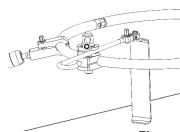

Figura 14
- I **morsetti ad anello** (AL-0103) si collegano a qualsiasi punto dell'anello. Per collegare, allentare la manopola del **morsetto ad anello** e premere la più grande delle due aperture sull'**anello divaricatore**; il **morsetto ad anello** scatta in posizione sull'**anello divaricatore**. Premere lo stelo del **portalama** nell'apertura più piccola del **morsetto ad anello** per collegare i due componenti. Il gruppo **morsetto ad anello/portalama** può essere regolato liberamente fino a quando la manopola del morsetto non viene stretta. È possibile aggiungere altri **morsetti ad anello** e **portalama** all'**anello divaricatore** (Figura 14).